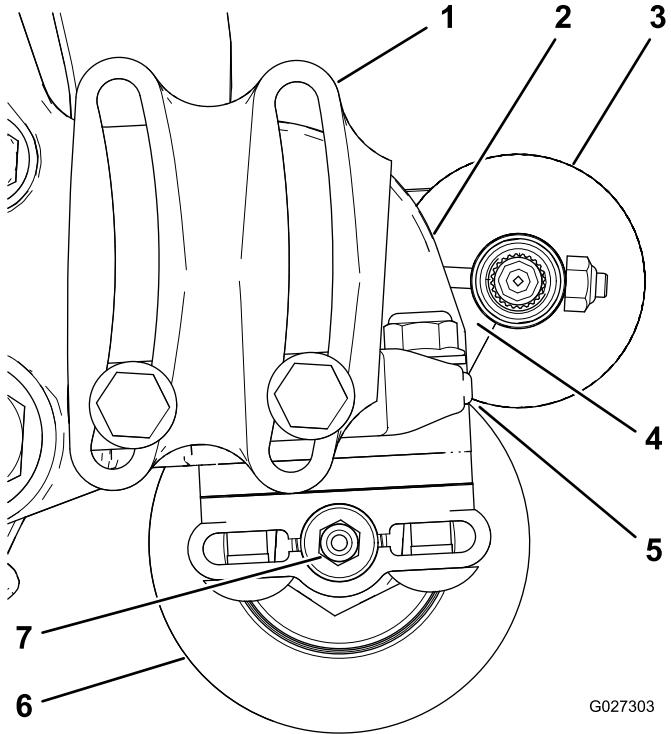

図 12
- ローラブラシが後ローラにわずかに触れるまたは乗るように、ローラブラシの位置を決める図12。